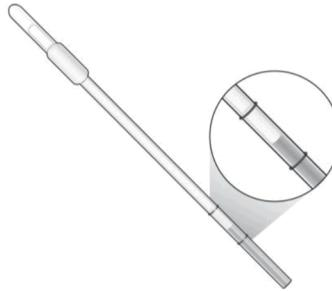

Figure 2. Représentation d'un niveau de tampon d'échantillon (TE) approprié à l'aide de la pipette de transfert jetable (PTJ).
4. Ouvrir le côté gauche de la pochette (étiquette orientée vers vous) contenant la cartouche PIE et en extraire cette dernière. Une fois la pochette ouverte, la cartouche PIE doit être utilisée dans l'heure [(1) heure au maximum].
5. Extraire la PTJ du côté droit de la pochette et l'utiliser pour aspirer le tampon pour échantillon (TE) en pressant sur l'ensemble de la poire. Le niveau de liquide dans le TTE doit être compris entre les deux (2) marques (Figure 2). Si le niveau de liquide n'est pas compris entre les deux (2) marques, décharger complètement le TE dans le TTE et répéter cette étape jusqu'à ce que le niveau de liquide soit compris entre les deux (2) marques comme indiqué dans la Figure 2.